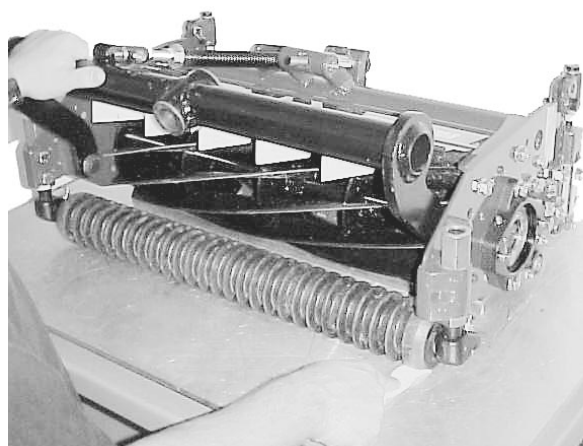

Figure 21
4. Réglez les supports avant jusqu'à ce que les deux extrémités du rouleau soient en contact avec la surface plane. A l'aide d'un morceau de journal ou à vue d'œil, vérifiez s'il existe un écartement entre les extrémités du rouleau et la surface plane (Fig. 21).